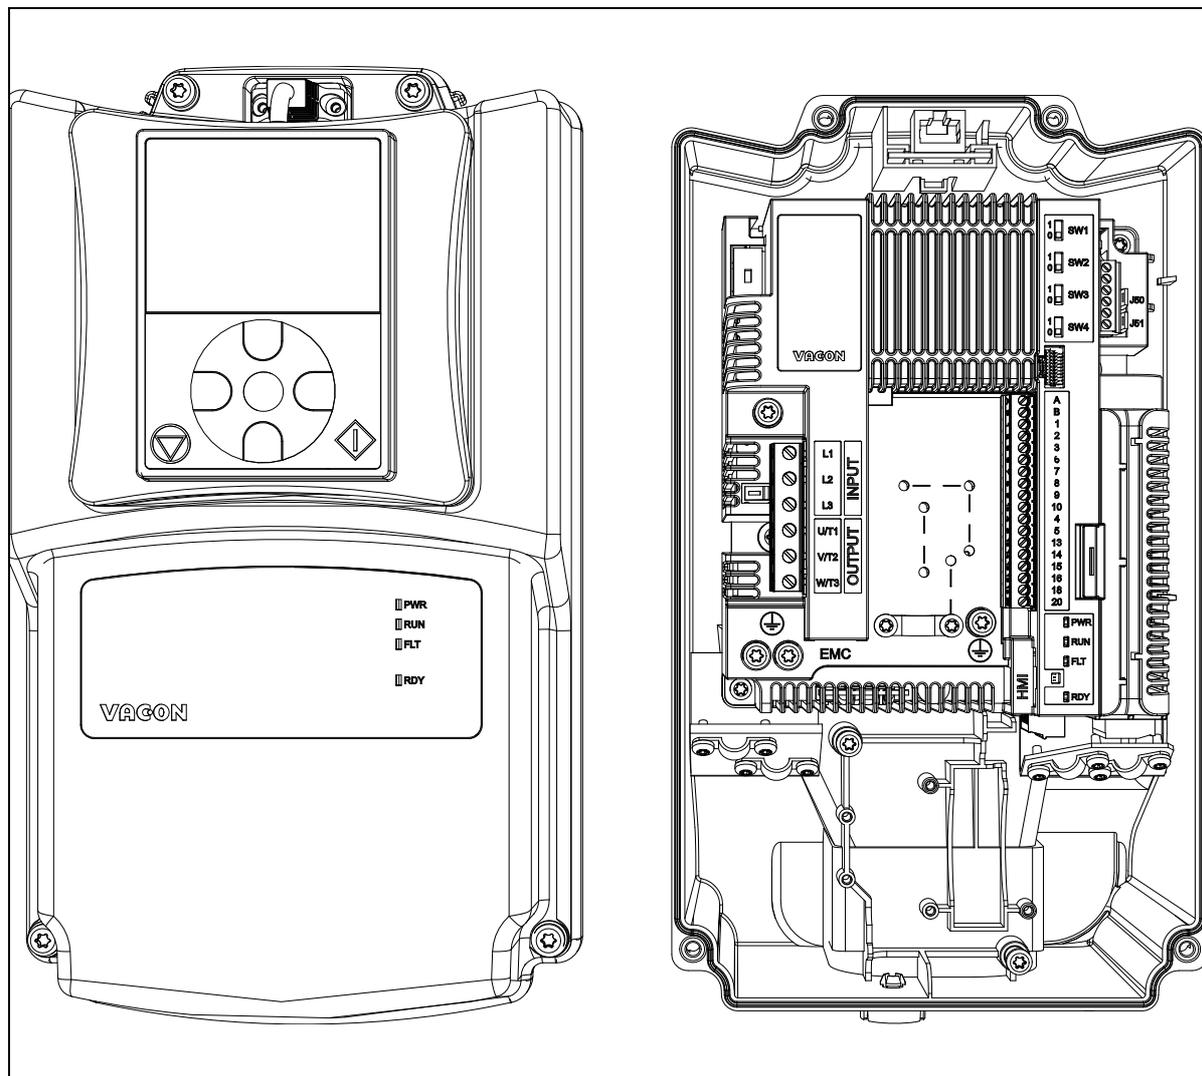

Figure 20. Exemple MU2 : capot ouvert.
- Déposez le capot en plastique du convertisseur comme illustré à la Figure 20.